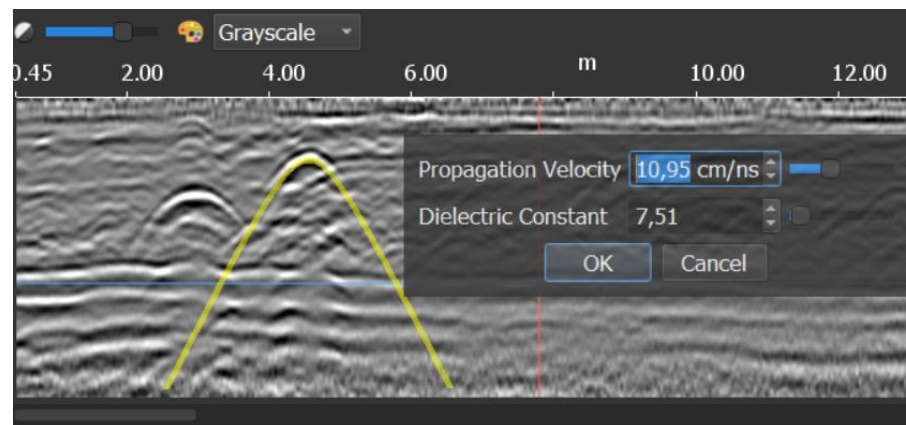

图 54 电磁波参数调整
- 将合成双曲线调整为调整介电常数值雷达部分中可见的真实双曲线（图 54）。
- 将合成双曲线调整为调整传播速度值的雷达部分中可见的真实双曲线（图 54）。